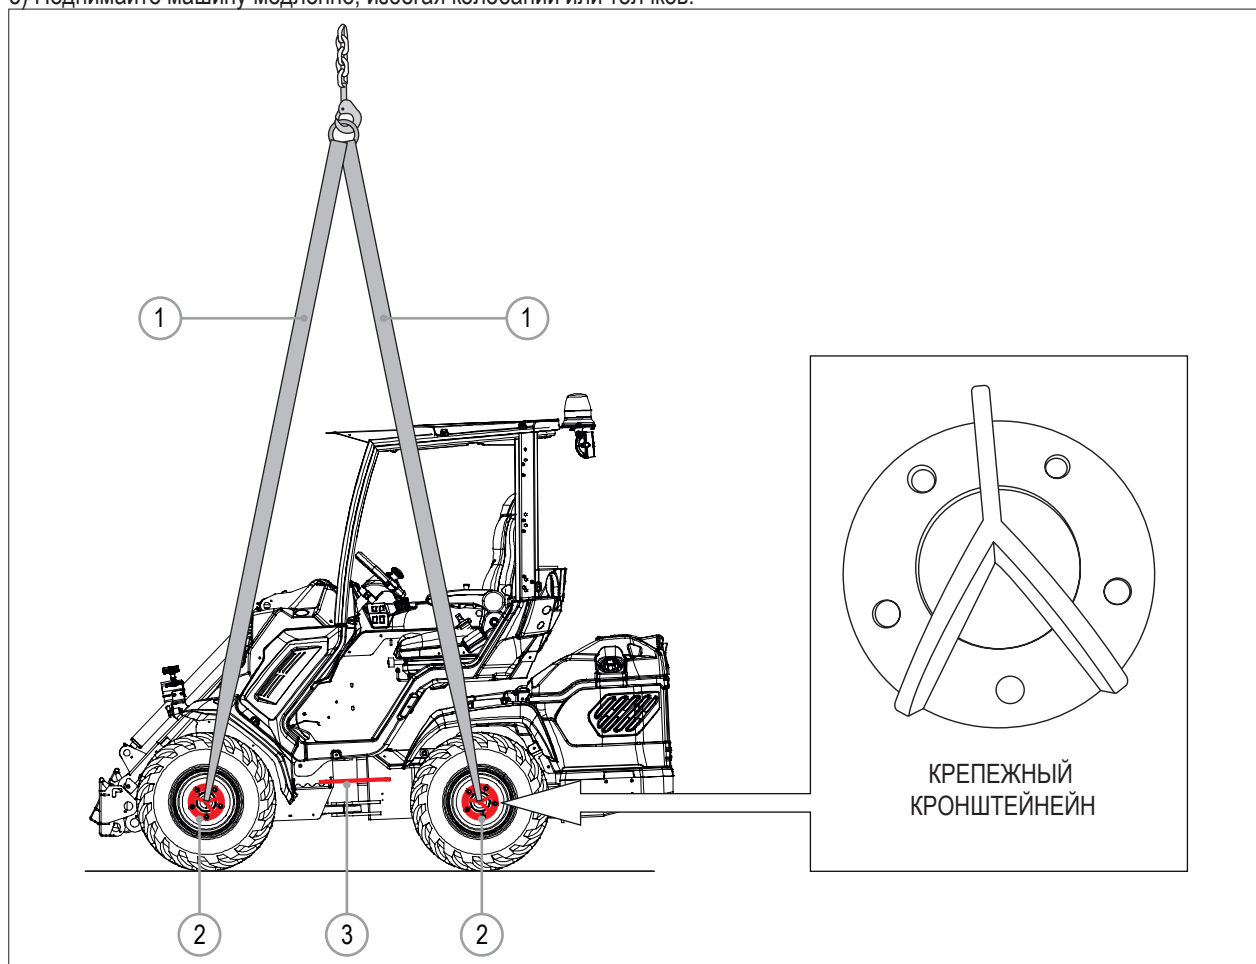

РИС. 18
ОБЯЗАТЕЛЬНО УСТАНАВЛИВАЙТЕ КРЕПЕЖНЫЕ КРОНШТЕЙНЫ (ДОСТУПНО КАК ДОПОЛНИТЕЛЬНОЕ ОСНАЩЕНИЕ) НА КАЖДОМ КОЛЕСЕ МАШИНЫ (СМ. РИС. 18).
- 2) Установите замок рулевого управления (РИС. 18 - Сс. 3).
- 3) Зацепите подъемные ремни (РИС. 18 - Сс. 1) за крепежные скобы переднего и заднего колес (РИС. 18 - Сс. 2). Чтобы избежать повреждения машины во время подъема, следите за тем, чтобы подъемные ремни нигде не касались машины в любой точке.